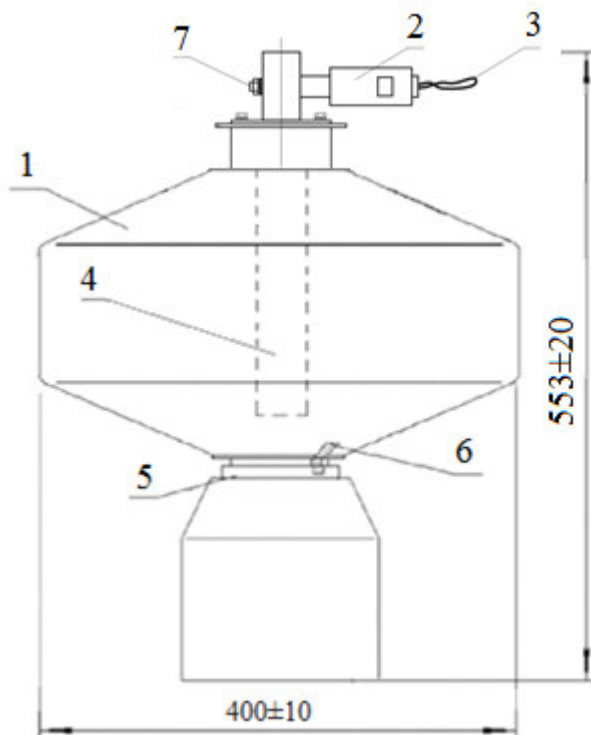

Рис. 1. МПП «Гарант-D»вз исп.01, «Гарант-D»вз исп.02, «Гарант-D»вз исп.03.
4.1. Конструкция МПП «Гарант-D»вз исп.01, «Гарант-D»вз исп.02, «Гарант-D»вз исп.03 приведена на рис. 1.
6.6.3. Отвинтить муфту, поз.6 (рис.1), вывинтив из нее гайку на 3-4 витка резьбы.